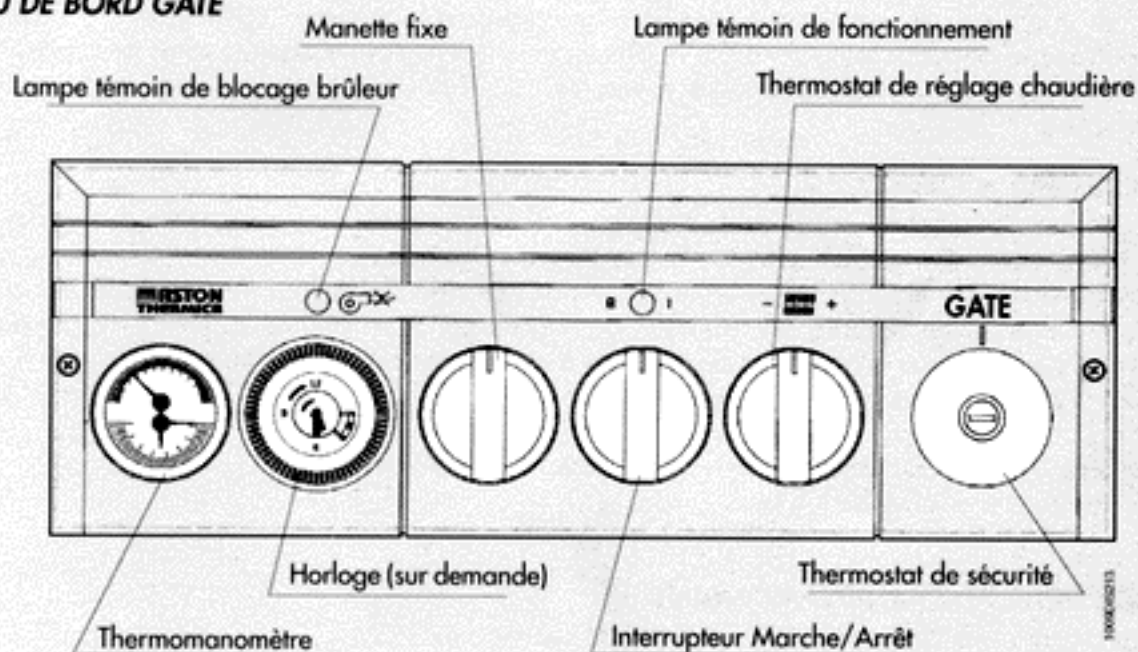

Fig. 2
- 2 Régler le thermostat chaudière (Fig.2) sur la valeur désirée;
- 3 Fermer l'interrupteur en amont de la chaudière et l'interrupteur Marche/Arrêt (Fig.2) installé sur le tableau de commande.
Pour des périodes d'interruption assez brèves, il suffit d'actionner l'interrupteur Marche/Arrêt (Fig.2) situé sur le tableau de commande.